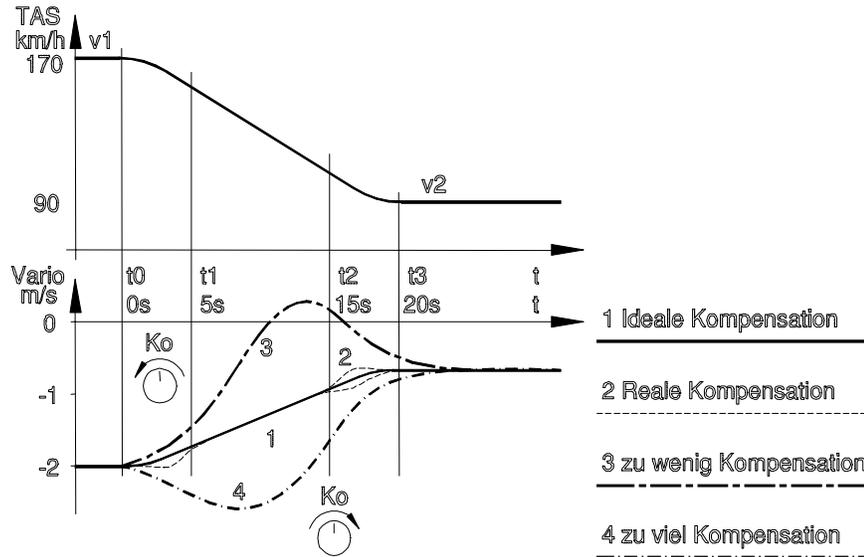

Abb. 6.3-1 Total-Energie-Kompensation
Dazu ist stabiles, möglichst thermikfreies Wetter nötig. Die Meßflüge werden stets mit einer festen Anfangsgeschwindigkeit v_1 (z.B. wie in Abb. 6.3-1 mit 170 km/h) begonnen. Damit sollte zügig (und zur Vermeidung von Beschleunigungseinflüssen mit großem Bahnkrümmungsradius!) auf eine niedrigere Geschwindigkeit v_2 (z.B. 90 km/h) hochgezogen werden.
Während des Übergangs von v_1 auf v_2 wird die Variometeranzeige beobachtet. Im Idealfall (Vollinie (1) in Abb. 6.3-1) folgt die Anzeige exakt dem polaren Sinken gemäß der Flugzeugpolare. Kleine Abweichungen davon können in der Übergangsphase auftreten (punktirierte Linie). In dieser Phase wird der Anstellwinkel und der Auftriebsbeiwert verändert. Dies wirkt sich naturgemäß auch auf
Eine weitere Möglichkeit bietet der Kompensations-Steller (2) am Vario. Damit kann während der Meßflüge die Kompensation eingestellt werden. Dazu ist es notwendig, die möglichen Fehlanzeigen zu erkennen und zu interpretieren. Deshalb werden in Abb. 6.3-1 die typischen Fehlanzeigen dargestellt, die wie folgt erkannt und korrigiert werden können:
Das Vario schlägt beim Hochziehen nach oben aus und zeigt dadurch zu wenig Sinken oder sogar Steigen an. Es hat die Tendenzen eines unkompenzierten Variometers (gestrichelte Linie (3) in Abb. 6.3-1). Ursache ist eine zu kleine Kompensationsstärke. Zur Korrektur wird die Kompensationsstärke durch Drehen des Kompensations-Stellers (2) entgegen dem Uhrzeigersinn vergrößert. Das Vario schlägt beim Hochziehen nach unten aus und zeigt beim Übergang von v_1 auf v_2 dauernd zu große Sinkwerte an (strichpunktierte Linie (4) in Abb. 6.3-1). Es liegt demnach Überkompensation vor. Ursache für dieses Fehlverhalten ist eine zu groß eingestellte Kompensationsstärke. Zur Korrektur wird der Kompensations-Steller (2) im Uhrzeigersinn gedreht.